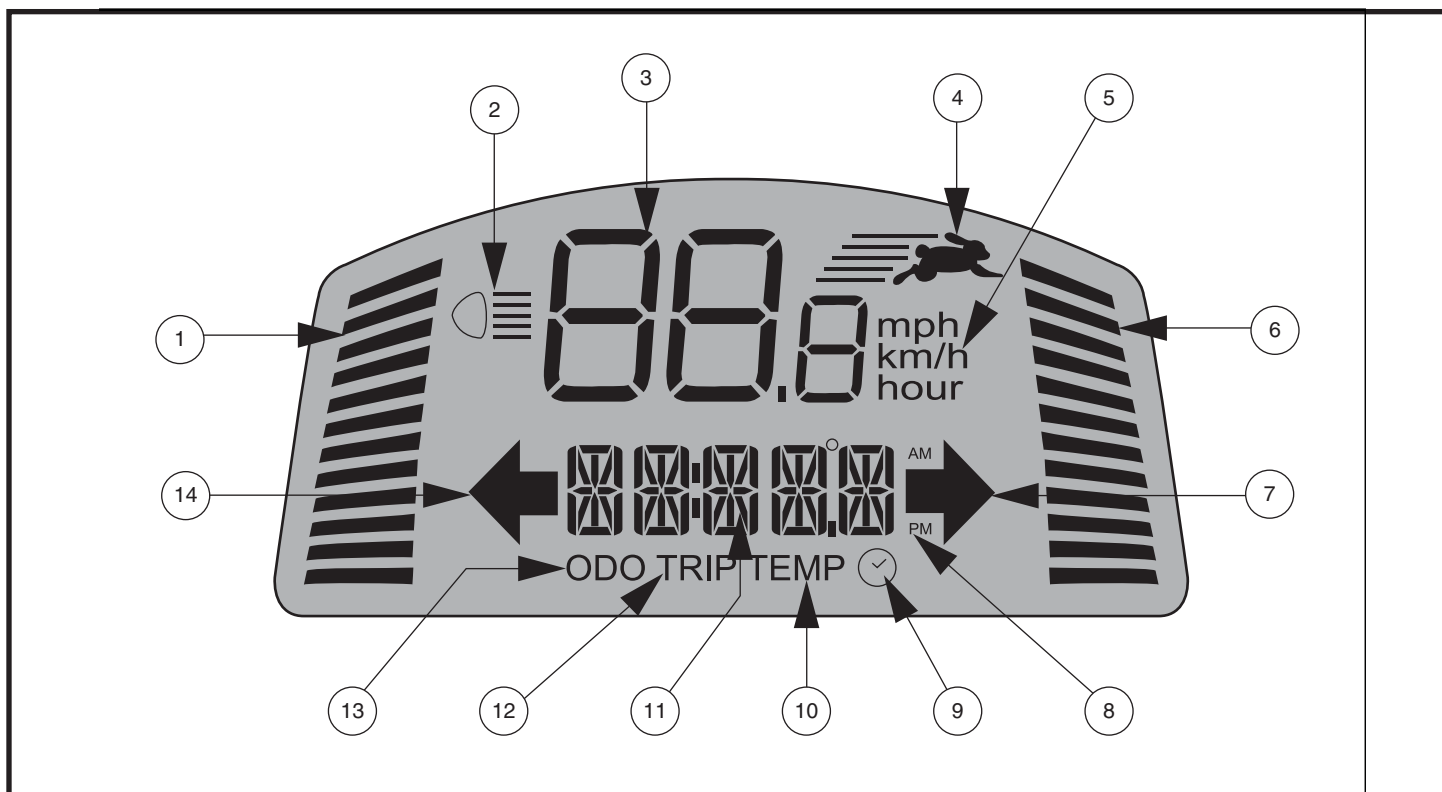

Figura 4. Schermo LCD
- Premere una volta il pulsante High-Low per impostare la velocità sulla regolazione alta. L'indicatore High-Low viene visualizzato sullo schermo LCD. **Vedere figura 4.** L'uso di questa impostazione insieme ai pulsanti di regolazione della velocità consente allo scooter di raggiungere la velocità massima pre-programmata.
Questi pulsanti di regolazione consentono di pre-selezionare e limitare la velocità dello scooter. Questa è indicata nell'apposito indicatore di velocità massima sullo schermo LCD. **Vedere figura 4.**
NOTA: Maggiore è il numero delle barre illuminate all'interno dell'indicatore di velocità massima, maggiore sarà la velocità massima pre-selezionata. Vedere figura 4.
Il pannello di controllo LCD offre comode informazioni intuitive tramite lo schermo LCD. **Vedere figura 4.** Lo schermo LCD si utilizza anche per l'attivazione delle diverse impostazioni del pannello di controllo. **Vedere grafico 1.**